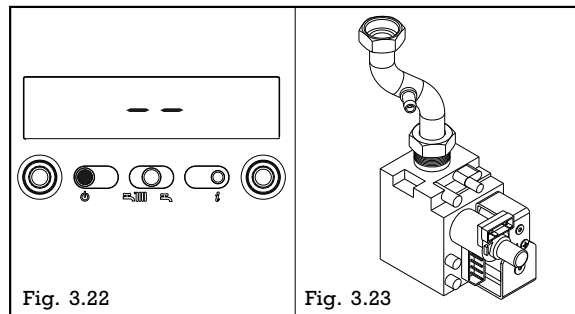

Fig. 3.24
• RÉGLAGE DE LA PUISSANCE MAXIMUM SANITAIRE (HH)
- Retirer le capuchon plastique de la bobine de modulation de la vanne gaz (fig. 3.24).
• RÉGLAGE DE LA PUISSANCE MINIMUM SANITAIRE (LL)